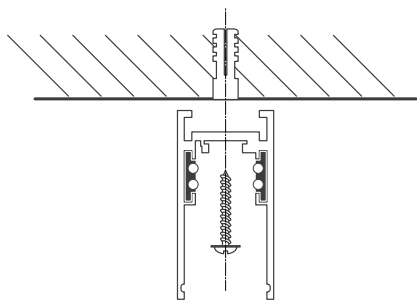

Рис. 3. Накладной способ установки трека на монтажную поверхность
- 3.1. Закрепите шинопровод на поверхности, как показано на рис. 3.